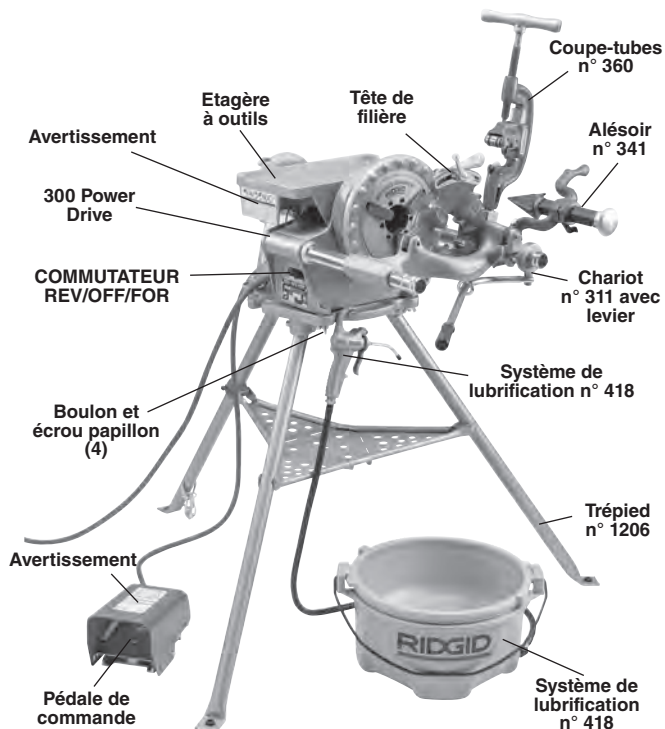

Figure 2 – Système d'entraînement 300 Power Drive Complete
4. Posez le 300 Power Drive sur le trépied, puis fixez-le à l'aide de la boulonnerie fournie (Figure 2).